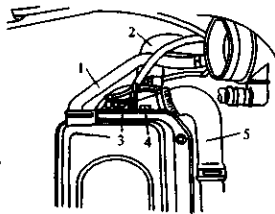

图 2-24 拔下软管
4) 拔下在气缸盖后的小软管、气缸盖后冷却液管凸缘与上冷却液管之间的冷却液软管、上冷却液管与散热器之间的冷却液软管、节气门罩上软管, 如图 2-24 所示。